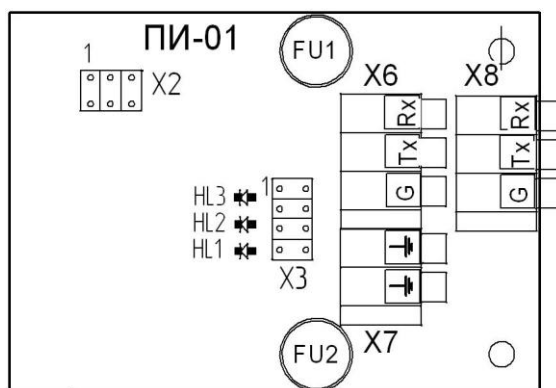

Рисунок 3.8
3.9 На плате интерфейса ПИ-01 (А4) установлен разъем X6 (X8) для подключения интерфейса RS-232 от персонального компьютера (см. рисунок 3.8).